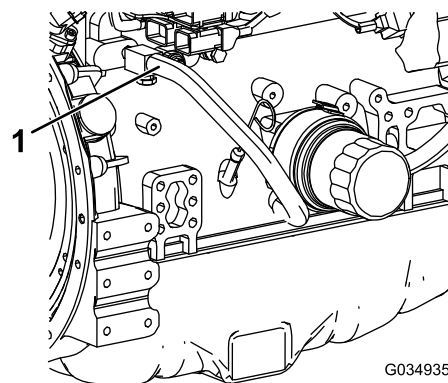

Figura 92
7. Retire la manguera de refrigerante del enfriador de aceite del motor (Figura 92).